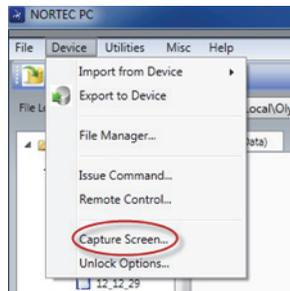

Figura 6-6 Menú de dispositivos del NORTEC PC
3. En el menú **Device** (dispositivo), seleccione la opción **Capture Screen** (captura de pantalla). Vea la Figura 6-6 en la página 333.